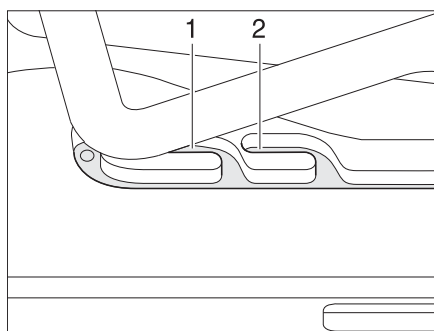
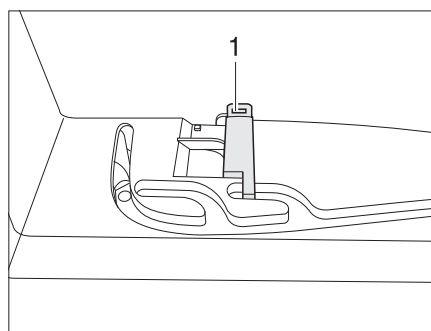

Fig. 48 Claraboya Heki en posición de ventilación
Fig. 49 Bloqueo de la posición de ventilación
La claraboya Heki se puede colocar en dos posiciones de ventilación: Posición de mal tiempo (Fig. 48,1) y posición mediana (Fig. 48,2). Según el modelo, la claraboya podrá ser bloqueada en la posición mediana con el pestillo (Fig. 49,1).
- Presionar el estribo ligeramente hacia arriba y empujarlo en la guía seleccionada (Fig. 48,1 ó 2) y, si fuera necesario, bloquearlo.